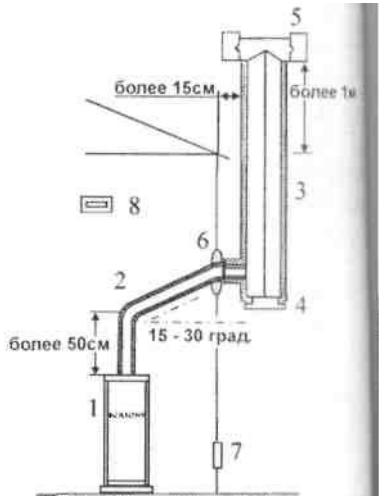

Рис. 30.1.
### 8. Дымоход приставной. (Рис. 30.1.)
8.2. Приставной дымоход показан на рис. 30.1.: